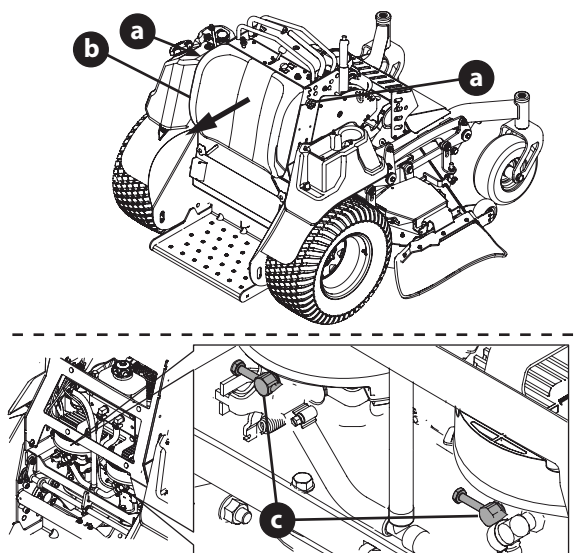

Fig. 25
1. Desserrez les deux boutons en étoile (a) qui fixent le repose-jambes (b) à la tondeuse (Fig. 25).
4. Repérez les transmissions hydrostatiques et ouvrez les deux vannes de dérivation (c) de deux tours au maximum (Fig. 25).